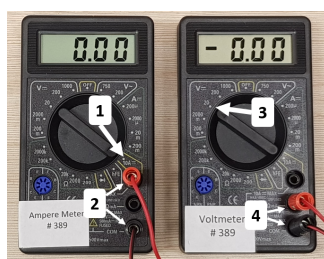

Figura 3. Amperometro e voltmetro.
9. Alimentatore 12 V in corrente continua (DC), per l'interfaccia digitale
12. Voltmetro. Il selettore del voltmetro deve essere impostato a 20 V DC (corrente continua). Vedi figura 3.
13. Amperometro. L'amperometro deve essere impostato a 10 ampere DC (corrente continua). Vedi figura 3.